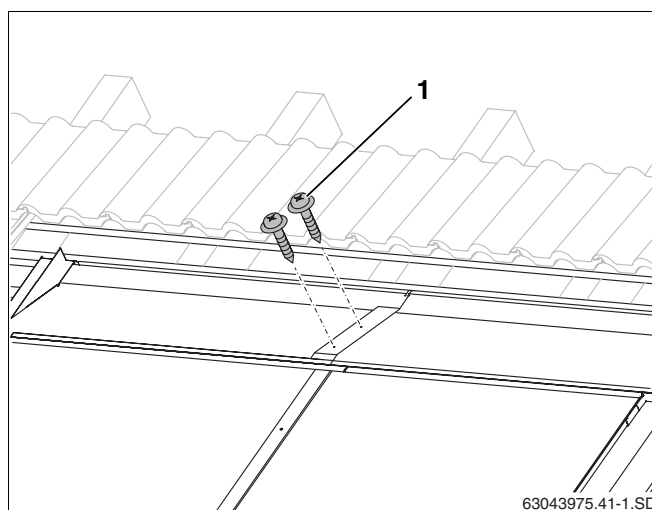

Fig. 59 Unir as chapas de cobertura superiores com parafusos
- ▶ Fixar as sobreposições das chapas com, três parafusos de bate-chapas de 25 mm de comprimento (fig. 59, **item 1**) juntamente fornecidos.